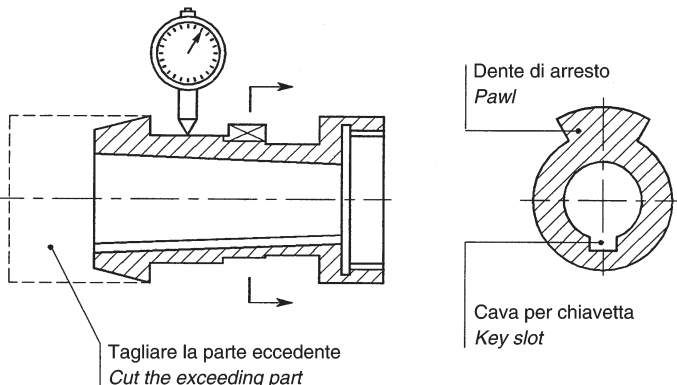

Fig. 10
7) **ISTRUZIONI PER ESEGUIRE IL FORO CONICO NEL MOZZO – INSTRUCTIONS TO MAKE A TAPERED BORE IN THE PROPELLER HUB:** Tagliare la cava della chiave dalla parte opposta al dente di arresto per non indebolire il dente stesso (Fig. 10). *Cut out the key slot on the side opposite the pawl so as not to weaken the same (Fig. 10).*